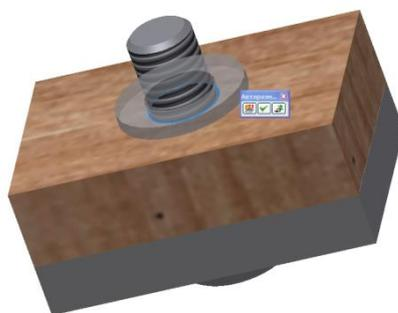
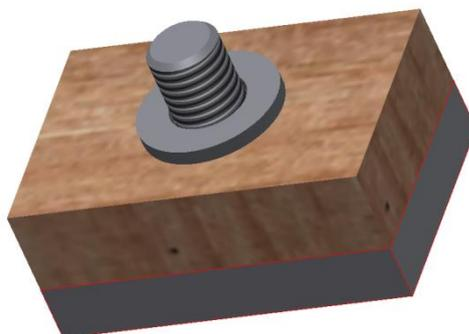

Рис. 61. Размещение шайбы
Рис. 62. Вставка шайбы
5. Поместите шайбу так, чтобы подсветилась верхняя кромка отверстия (рис. 61), и нажмите в панели «Авторазмещение» кнопку «Вставить»  (рис. 62).